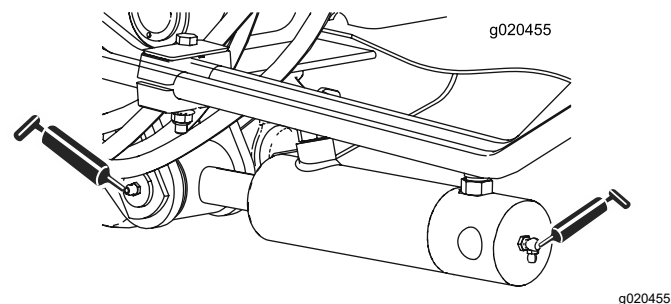

Figure 44
- 2 (de chaque côté) bagues de vérin de bras de levage (Figure 44)